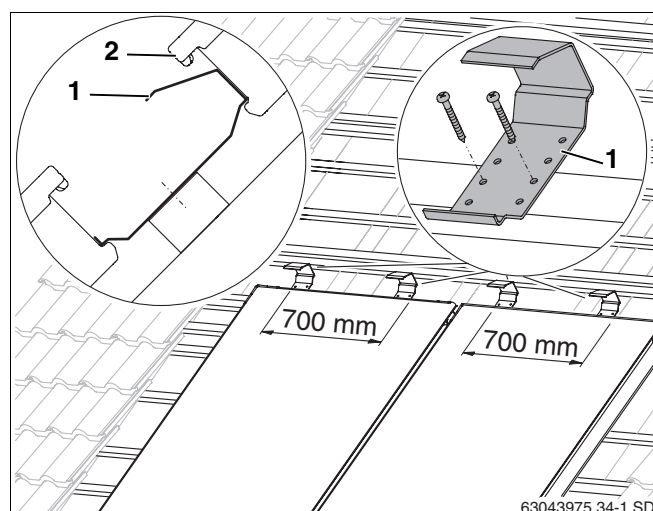

Fig. 30 Seguros contra deslizamiento para la segunda fila de colectores
- Coloque dos seguros contra deslizamiento (fig. 30, **pos. 1**) por cada colector, centrados (separados 700 mm entre sí) en la parte superior del colector inferior, sobre el cuarto listón adicional de la fila inferior y fíjelos con dos tornillos de 4 x 40 cada uno.
- Deje deslizar el colector de la fila superior (fig. 30, **pos. 2**) hasta los seguros contra deslizamiento y nivélelo con la fila inferior.